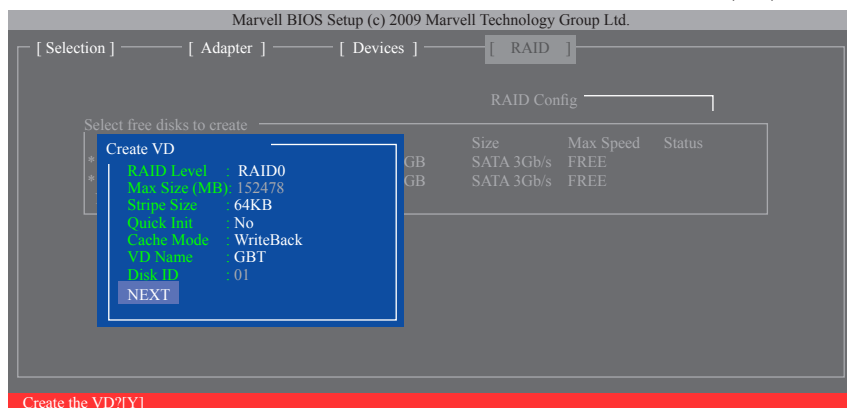

図 7
6. **NEXT:** 上の設定を完了した後、**NEXT** に移動して <Enter> を押しアレイの作成を開始します。確認を求められたら、<Y> を押して確認するか <N> を押してキャンセルします (図 7)。